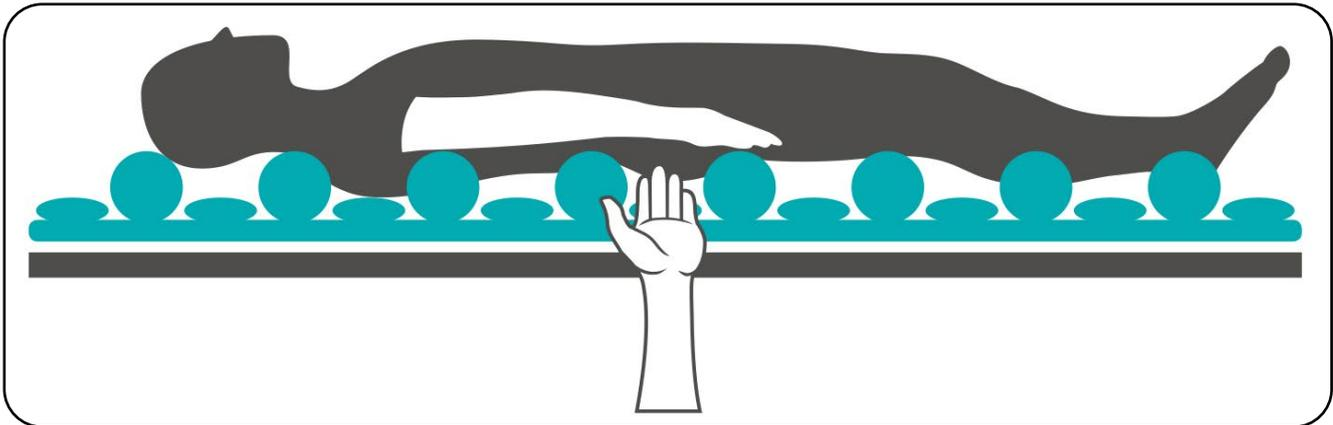

Abb. 8.1.01 - Durchführung des Handtests
Prüfen Sie während der Anwendung des Produktes regelmäßig mit dem Handtest den Auflagedruck zwischen dem Patienten und der Wechseldruckmatratze (Abb. 8.1.01).
11. Kontrollieren Sie jetzt den eingestellten Druck mit dem Handtest. Schieben Sie dazu die flache Hand zwischen das Gesäß des Patienten und die entlüftete Zelle der Wechseldruckmatratze. Zur optimalen Lagerung muss zwischen Gesäß und der entlüfteten Zelle ein Abstand von ca. 3-4 cm sein (Abb. 8.1.01).